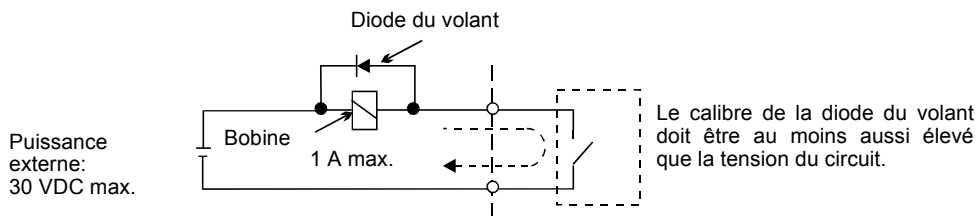

Fig 2.12 Connexion de la diode du volant
- * 3. Lorsque vous conduisez une charge réactive, telle qu'une bobine relais avec alimentation CC, insérez toujours une diode du volant comme illustré dans Fig 2.12.